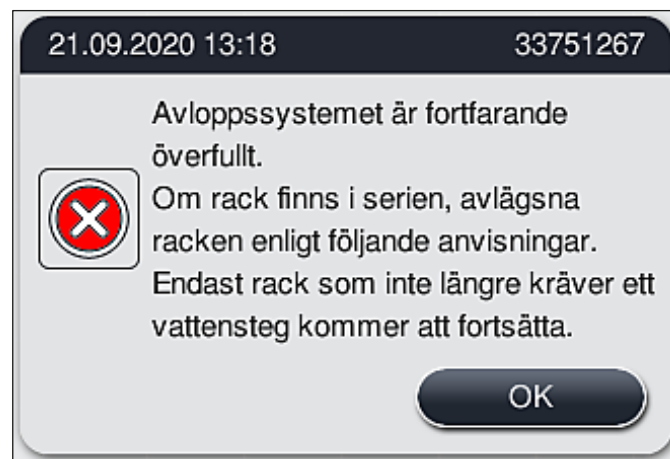

Bild 127
3. Om stoppet inte kan lösas trots upprepade rengöringsförsök avaktiveras vattenstationerna på grund av den kvarliggande kritiska vattennivån. Vattenstationerna visas som defekta på skärmen. För att avsluta ett eller flera program, tryck på antingen (→ "Bild 125-2") eller (→ "Bild 126-2") för att inleda processen för kontrollerad avslutning. Program som inte kräver ett vattensteg fortsätter till slutet av infärgningsprocessen. Eventuella kvarvarande rack som kräver minst ett vattensteg måste avbrytas och avlägsnas från instrumentet. Bekräfta meddelandet nedan (→ "Bild 127") genom att trycka på **OK**.